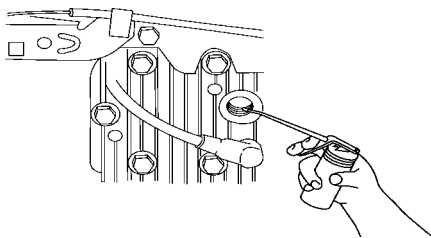

Figure 36
2. Au moyen d'une burette, injectez environ une cuillère à soupe d'huile dans le trou de la bougie (Fig. 36).